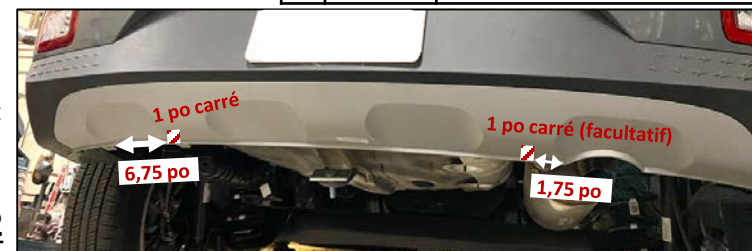

Figure 2
- Découper le carénage** – À l'aide d'une scie à métaux, couper la deuxième languette sur le carénage côté conducteur et tracer une marque à une distance de 6,75 po depuis le bord de la première languette gauche sur le carénage côté conducteur et coupez une encoche carrée de 1 po, voir **Figure 2**. Tracer une marque à une distance de 1,75 po depuis le bord de la courbe sur le carénage côté passager et découper une autre encoche carrée de 1 po si nécessaire (facultatif), voir **Figure 2**.
5. **Découper le carénage** – À l'aide d'une scie à métaux, couper la deuxième languette sur le carénage côté conducteur et tracer une marque à une distance de 6,75 po depuis le bord de la première languette gauche sur le carénage côté conducteur et coupez une encoche carrée de 1 po, voir **Figure 2**. Tracer une marque à une distance de 1,75 po depuis le bord de la courbe sur le carénage côté passager et découper une autre encoche carrée de 1 po si nécessaire (facultatif), voir **Figure 2**.